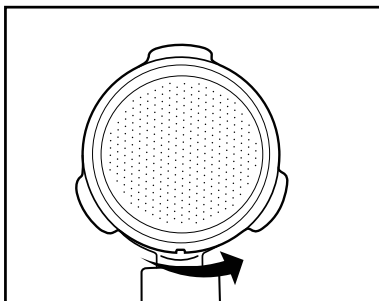

Abb. 2
- Drehen Sie dann den großen **15** oder kleinen Siebeinsatz **16** etwas, so dass dieser nicht mehr herausfallen kann (siehe Abbildung 2).